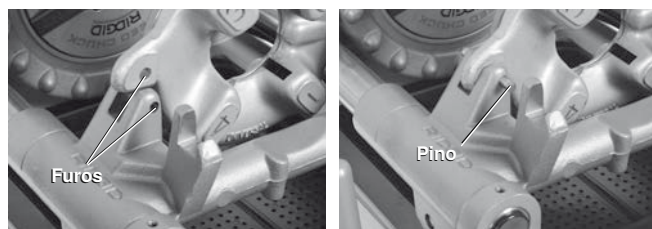

Figura 24 – Manutenção da cabeça de roscar esquerda no lugar
1. Insira um pino $\frac{5}{16}$ ", de 2" de comprimento pelos furos no descanso do carro e na cabeça de roscar esquerda para se manter no lugar (ver figura 24).